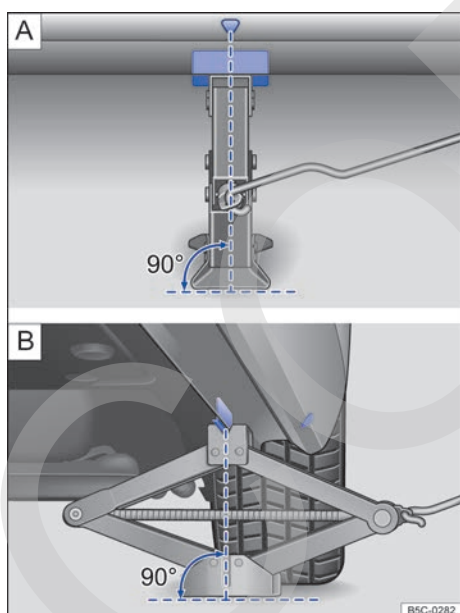

Fig. 220 Gato colocado en el lado izquierdo del vehículo, en la zona trasera.
9. Asegúrese de que toda la base del gato descansa firmemente sobre el suelo y de que se encuentre exactamente debajo del punto de apoyo en vertical → fig. 220 **A** y **B**.
10. Centre el gato y siga subiéndolo con la manivela hasta que la garra sujete el refuerzo de debajo del vehículo → fig. 220.
- Coloque el gato únicamente en los puntos descritos. La garra del gato deberá sujetar bien el refuerzo del larguero inferior → fig. 220.